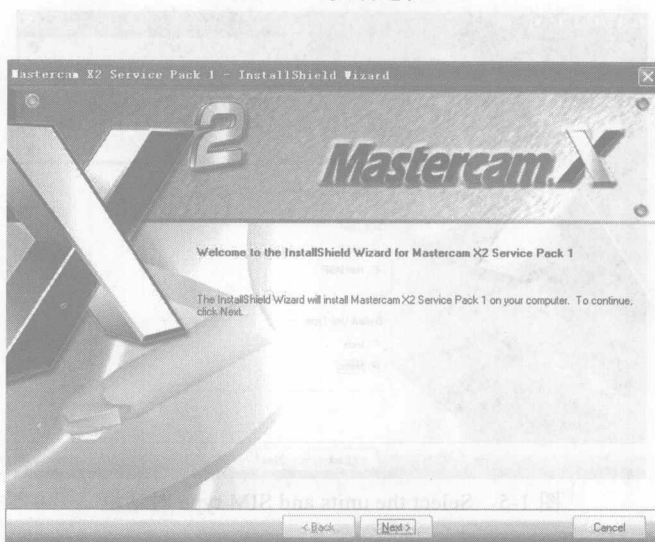

图 1-3 欢迎安装
- ② 稍后弹出 Mastercam X2 Service Pack1-InstallShield Wizard 对话框, 其中显示了 Welcome to the InstallShield Wizard for Mastercam X2 Service Pack1 (欢迎安装 Mastercam X2) 信息, 如图 1-3 所示, 单击 Next (下一步) 按钮。